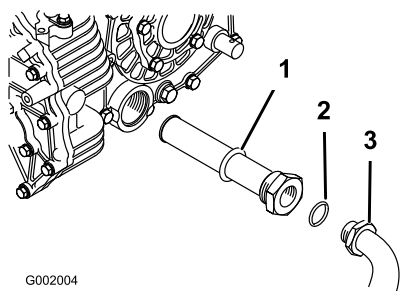

Figura 69
- Retire o tubo do hidráulico e o conector de 90° (Figura 69).